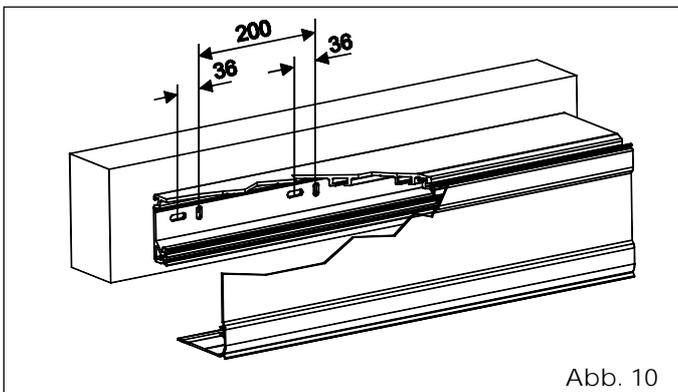

Abb. 10
- Den Querträger anfänglich an einem Ende an einem senkrechten und am anderen Ende an einem waagrechten Langloch befestigen (mit Hilfe der Schrauben M8 und der entsprechenden Dübel) und parallel zum Fußboden nivellieren. Die Befestigung in der Mitte ausführen und den Querträger mit Gewalt anheben, um die drei Befestigungsstellen zueinander auszurichten. Die restlichen Befestigungen abwechseln mit Hilfe von senkrechten und waagrechten Langlöchern ausführen (Abb. 10).